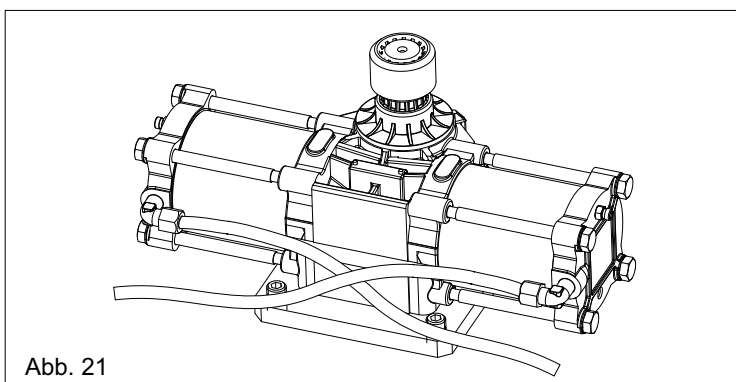
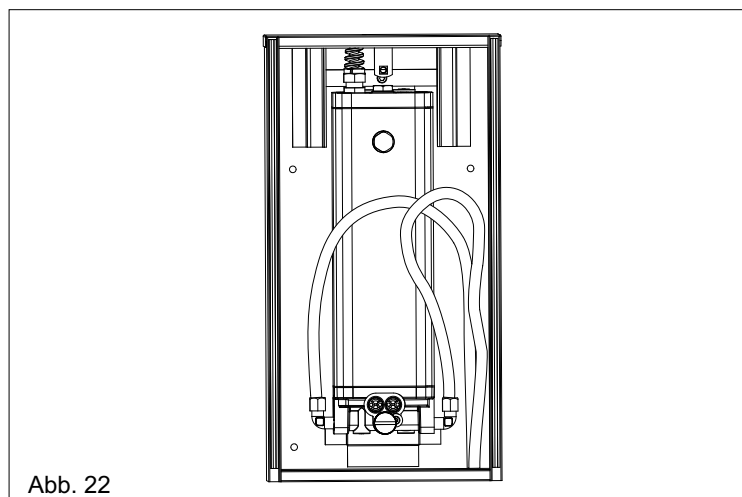
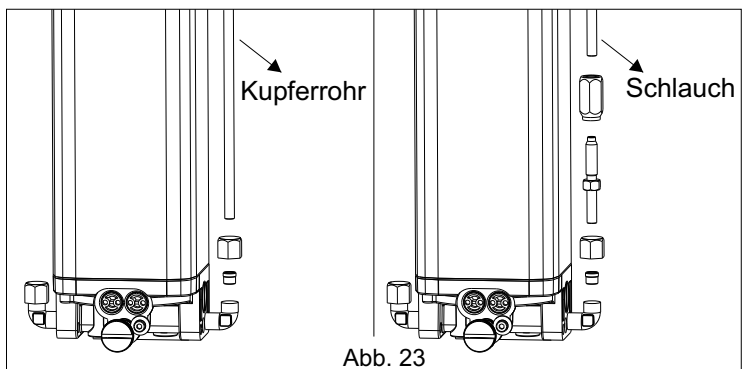

Abb. 21
Abb. 22
Abb. 23
5.1. Die hydraulischen Rohre mit der Hydraulikpumpe und der Welle verbinden (Abb.21, Abb.22, Abb.23).
12.2. Die hydraulischen Rohre mit der Pumpe und der hydraulischen Winde verbinden (Abb.21,Abb.22,Abb.23).